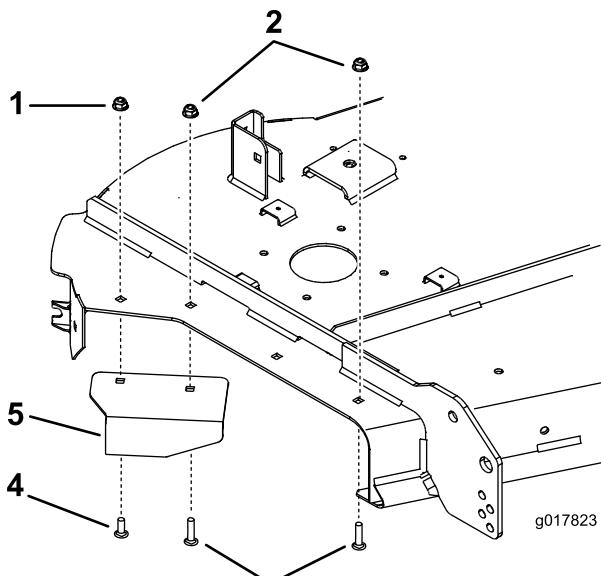

Figura 20
3. Coloque el deflector nuevo con un perno de cuello cuadrado (5/16 x 1 pulgada) y una tuerca (5/16 pulgada) del deflector que retiró anteriormente (Figura 20). Utilice un perno nuevo (5/16 x 1-3/8 pulgadas) y una tuerca con arandela prensada (5/16 pulgada) para sujetar un lado del deflector (Figura 20).
4. Instale un perno de cuello cuadrado y una tuerca con arandela prensada en el taladro delantero indicado en Figura 20.